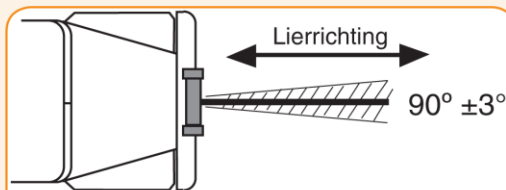

Fig. 1. Juiste uitlijning van de lierwagen
- 2.1 Zorg er voor dat de lierwagen in de richting staat waarin gelierd gaat worden (zie fig. 1).